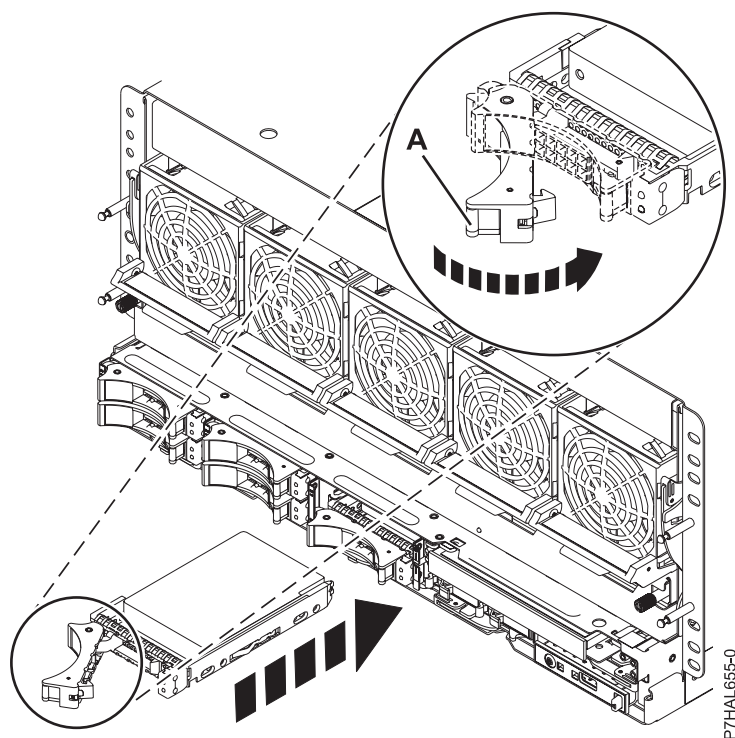

Figura 43. Sustitución de una unidad de disco en el sistema
8. Cuando el LED de identificación se encienda de manera fija, deslice la unidad de disco o la unidad de estado sólido hasta el fondo del sistema o de una unidad de expansión y empuje hacia adentro el asa de la unidad (A) hasta que quede encajada, como se muestra en Figura 43 en la página 75.